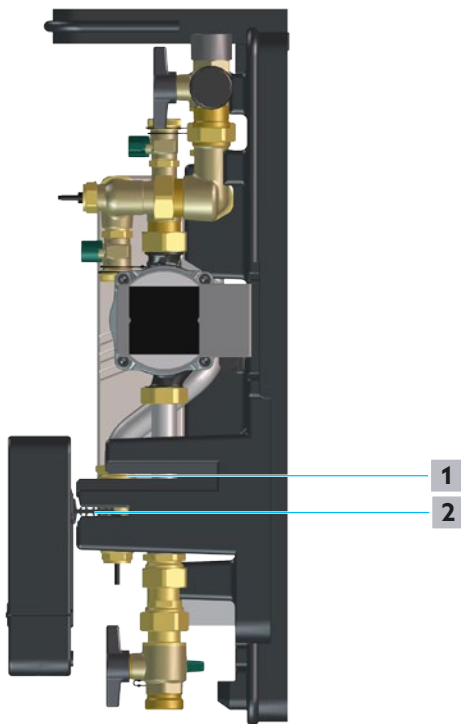

Abb. 28: Montageposition
- 3 Drehen Sie den Regler und fixieren Sie diesen in der Montageposition wie in Abb. 28 auf Seite 42.